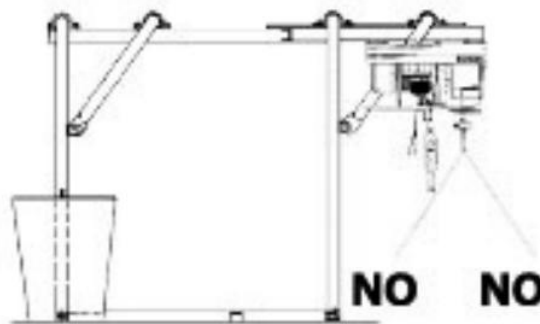

FIG. 11 — Traction oblique : interdite
- 5) Évitez absolument d'utiliser le treuil pour tirer le câble obliquement par rapport à la verticale (FIG. 11).